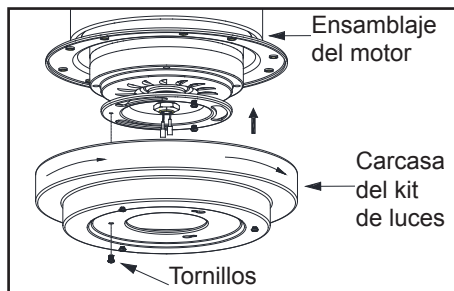

Figura 11
1. Quita un tornillo del soporte negro debajo del conjunto motor-ventilador y afloja los otros dos tornillos, pero sin quitarlos. (Figura 11)
2. Empuja la carcasa del kit de luces hasta el conjunto motor-ventilador de manera que las cabezas de los dos tornillos aflojados encajen en las ranuras tipo ojo de cerradura. Gira la carcasa del kit de luces hacia la derecha. Reinstala el tornillo retirado en el paso 1. Asegura que todos los tornillos están firmemente apretados. (Figura 11)